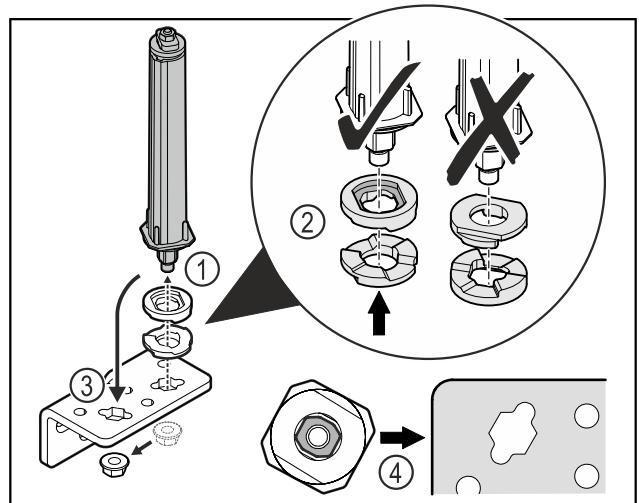

Fig. 28
- ▶ Desserrer l'écrou et retirer le système de fermeture de porte Fig. 28 (1).
- ▶ Veiller à ce que les rondelles de réglage de la hauteur soient correctement orientées Fig. 28 (2).
- ▶ Mettre le système de fermeture de la porte dans l'autre trou de l'équerre de charnière et le fixer avec l'écrou Fig. 28 (3).
- ▶ Lors de la mise en place, veiller à bien orienter le système de fermeture de porte Fig. 28 (4).